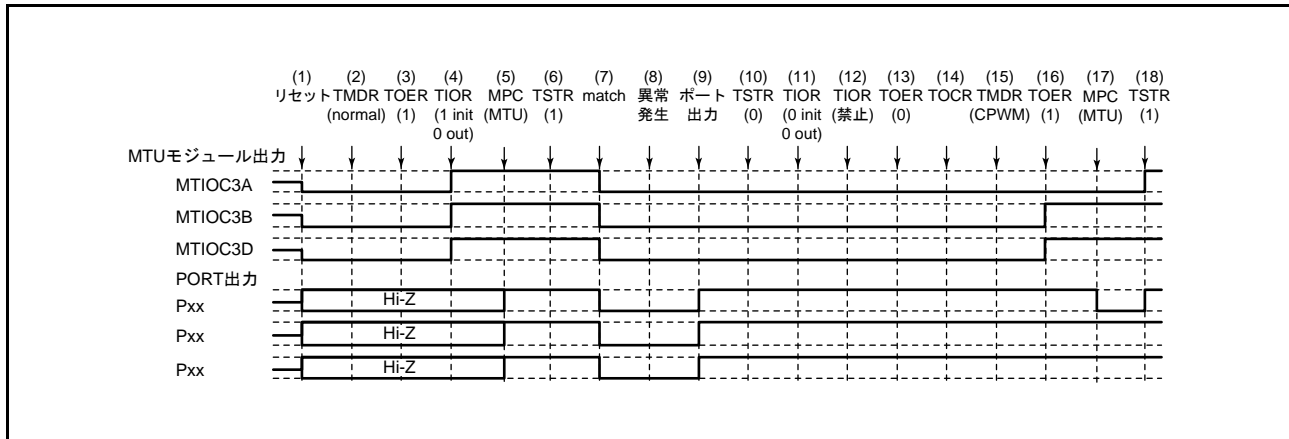

図 22.131 ノーマルモードで異常が発生し、相補 PWM モードで復帰する場合
ノーマルモードで異常が発生し、再設定後相補 PWM モードで再スタートする場合の説明図を図 22.131 に示します。
(1) ~ (13) は図 22.131 と共通です。
(14) TOCR レジスタでリセット同期 PWM モードの出力レベルと周期出力の許可 / 禁止を選択してください。
(15) リセット同期 PWM モードを設定します。
(16) TOER レジスタで MTU3、MTU4 の出力を許可してください。
(17) MPC と I/O ポートのポートモードレジスタ (PMR) で MTU 出力としてください。
(18) TSTR レジスタで再スタートします。